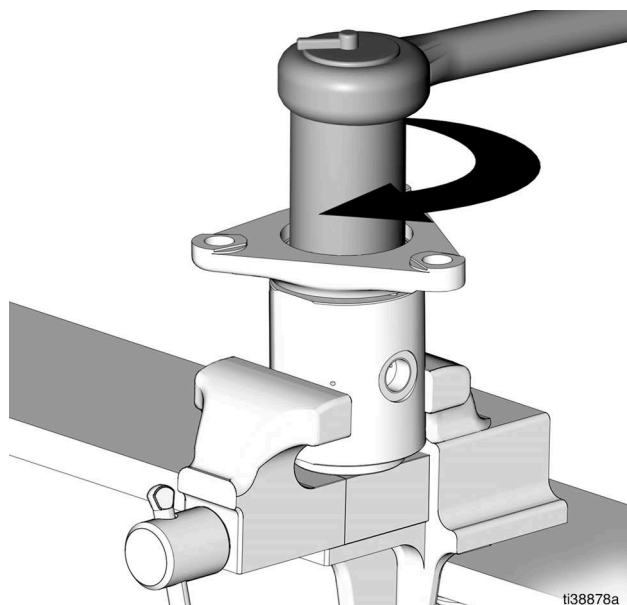

Рис. 21
- Используя торцевой ключ на 2 дюйм., установите на место стопорную гайку уплотнения горловины (19) и затяните (момент затяжки 203,4–223,7 Н•м / 150–165 фут.-фунт.) (Рис. 21).